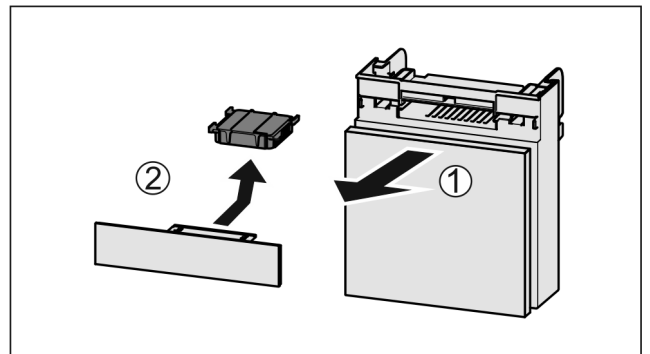

Fig. 102
- ▶ Fach nach vorne herausziehen Fig. 102 (1).
- ▶ Aktivkohlefilter entnehmen Fig. 102 (2).